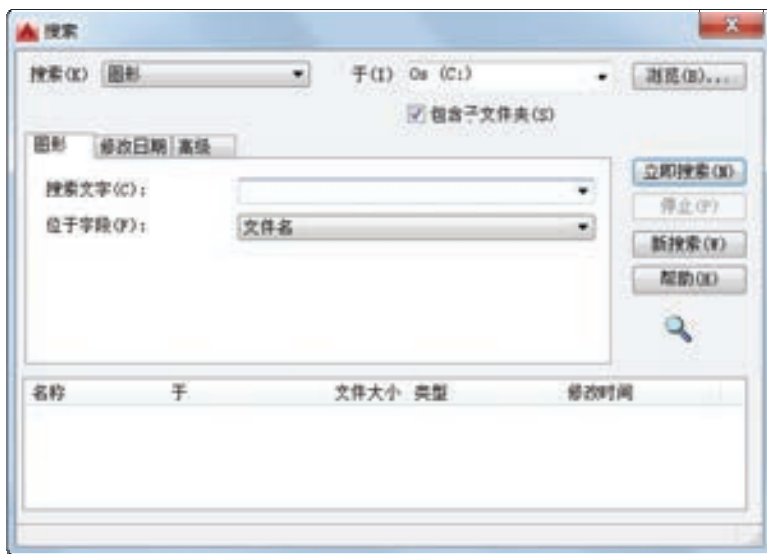

图 1-64 “搜索”对话框
2) 在设计中心的工具栏中单击“搜索”按钮, 弹出图 1-64 所示的“搜索”对话框。